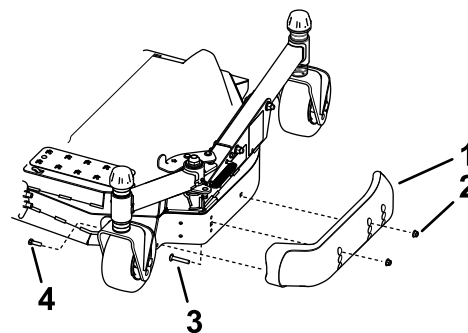

Figure 9
3. Desserrez la vis à l'avant de chaque patin (Figure 9).
5. Placez chaque patin à la position voulue et fixez-les avec les boulons à embase et les écrous (Figure 9).